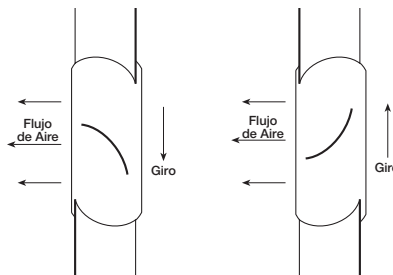
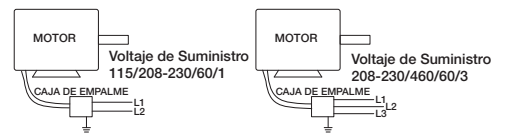

Figura 7 — Calcomanía de Giro
Figura 13 — Diagrama de Cableado Típico
- Se debe comprobar la dirección de giro de la hélice encendiendo momentáneamente la unidad. El giro se debe realizar en la misma dirección que indica la calcomanía de giro puesta en la unidad o según se muestra en la Figura 7. Para las instalaciones trifásicas, el giro del ventilador se puede invertir intercambiando dos de los tres conductores eléctricos. Para las instalaciones monofásicas, siga el diagrama de cableado que se encuentra en el motor o consulte la Figura 13.
2. Conecte el motor en el voltaje que desee según el diagrama de cableado que se encuentra en el motor o consulte la Figura 13 para conocer el diagrama de cableado de conexiones.
2. Encienda el ventilador y apáguelo inmediatamente para revisar el giro de la hélice con la flecha direccional en el compartimiento del motor. Consulte la Figura 7.